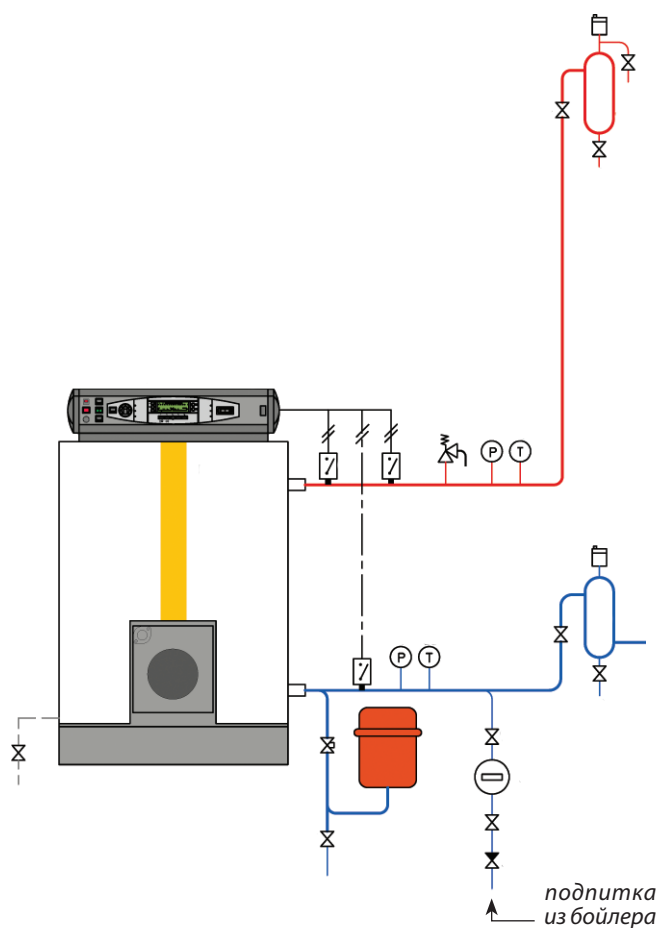

Рис. 18. Подпитка отопительной установки
1. Подпитка горячей водой через водонагреватель (см. рис. 18).